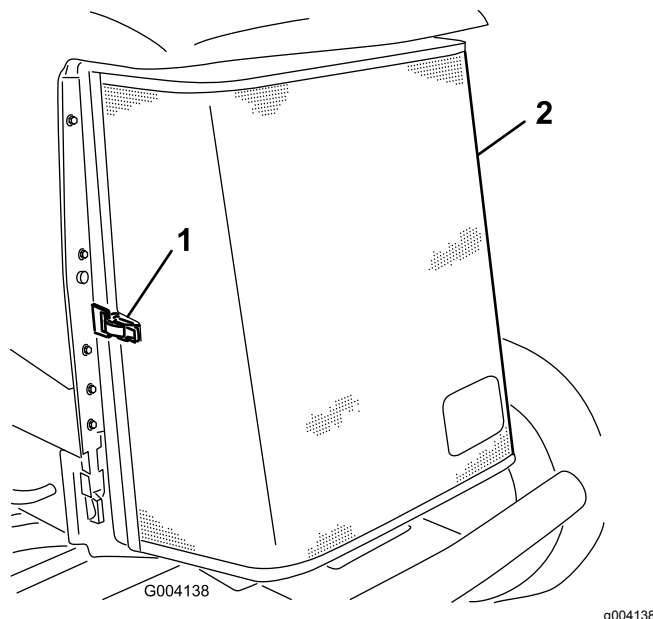

Figura 48
3. Desprenda a braçadeira e articule para abrir o painel traseiro (Figura 48).